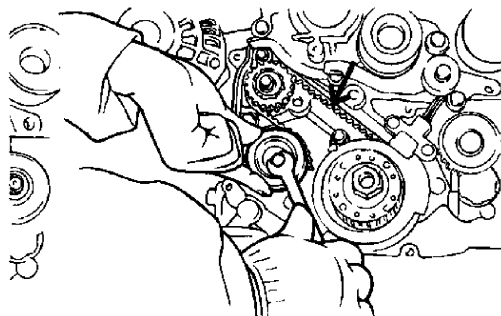

图 31-60 紧固张紧器 B 螺栓
5) 提高张紧器 B 使张力侧齿带 B 绷紧, 然后拧紧张紧器 B 固定螺栓, 如图 31-60 所示。